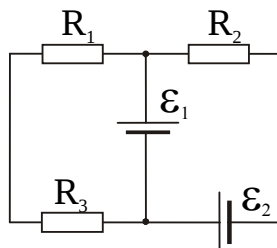

Рисунок 6
2. На рис. 6 $\varepsilon_1=10$ В, $\varepsilon_2=20$ В, сопротивления $R_1=R_2=R_3=10$ Ом. Определить силы токов, протекающих через сопротивления и через источники ЭДС. Внутреннее сопротивление источников не учитывать.